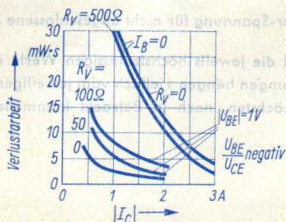

Bild 4
**Bild 4** zeigt, wie die zum zweiten Durchbruch erforderliche Energie mit dem Collectorstrom unter mehreren Bedingungen zusammenhängt. Die Bedingungen sind
$R_V$  ist hierbei der Ausgangswiderstand der die Sperrspannung liefernden Quelle.  $|U_{BE}| = 1 \text{ V}$  bedeutet eine Sperrspannung von 1 V an der Basis-Emitter-Diode. Während **Bild 4** für einen Germanium-Legierungstristor gilt, stellt **Bild 5** einen solchen Zusammenhang für einen Silizium-Transistor dar. Die Verlustarbeit (Energie), um die es sich hier handelt, ist mit  $0,5 \cdot L \cdot I^2$  gegeben, worin  $L$  die abzuschaltende Induktivität und  $I$  den zu unterbrechenden Collectorstrom bedeuten.